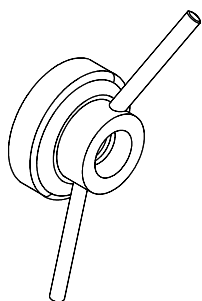

Figure 12
4. Serrer l'écrou à fond avec les deux mains. (Figure 12). Faire tourner l'écrou sur l'arbre fileté. Au contact de la jante, serrer à fond. Pour permettre un centrage approprié de la jante, faire tourner la roue sur l'arbre en serrant l'écrou.